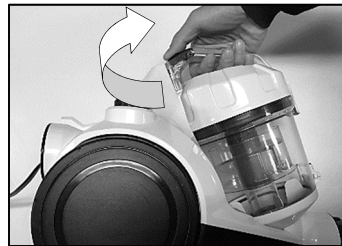

Fig9
2. Siç tregohet në Fig.9, hiqni hapsirën e pluhurit nga makina.